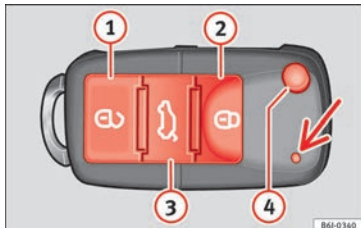

Abb. 50 Tasten im Funkschlüssel.
Mit der Taste im Funktionsschlüssel **4** » Abb. 50 wird der Schlüsselbart entriegelt.
Fahrzeug entriegeln **1** » Abb. 50 **1**.
Fahrzeug verriegeln **2** » Abb. 50 **2**
Heckklappe entriegeln. Die Taste **2** » Abb. 50 **2** betätigen, bis alle Blinkleuchten am Fahrzeug kurz aufleuchten. Nach Drücken der Entriegelungstaste **3** können Sie die Heckklappe innerhalb von 2 Minuten öffnen. Nach Ablauf dieser Zeit wird die Heckklappe wieder verriegelt.
Zudem blinkt die Batterie-Kontrollleuchte des Schlüssels » Abb. 50 (Pfeil) auf.
Bei einmaligem Drücken der Taste **1** » Abb. 50 **1** wird nur die Fahrertür entriegelt. Alle anderen Türen bleiben verriegelt.
Bei zweimaligem Drücken der Taste **1** » Abb. 50 **1** werden alle Türen entriegelt.
- Betätigen Sie die Taste  » **Abb. 50** an der Funk-Fernbedienung.